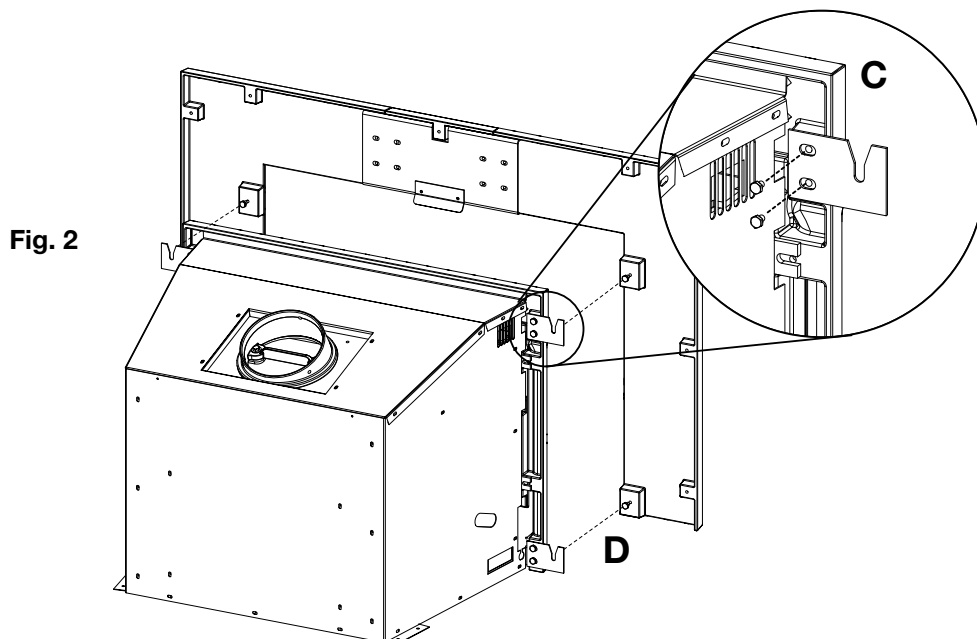

Fig. 2
- E. Soulevez le contour et placez les vis dans les supports du pare-étincelles et resserrez entièrement (**Fig. 2 D**).
- C. Placez le contour avec la face en bas sur une surface protégée et assemblez (**Fig. 2**).
- D. Attachez les crochets assurés (**Fig. 2 C**).
- E. Vissez les crochets du coin à sa place comme indiqué sur les 2 côtés du contour (**Fig. 2 D**).
- F. Soulevez le contour et placez le supports à fentes sur le 1/4-20 vis à tête ronde et repose le contour à sa place (**Fig. 2**). Ajustez les vis comme nécessaire de stabiliser le contour.